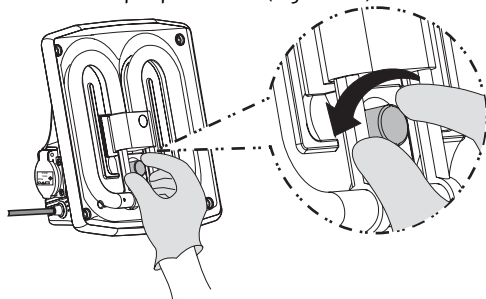

Figura 18
5.2.2 Rimuovete lo starter usato. Fate ruotare lo starter in senso antiorario ed estraetelo dalla propria sede (figura 18).